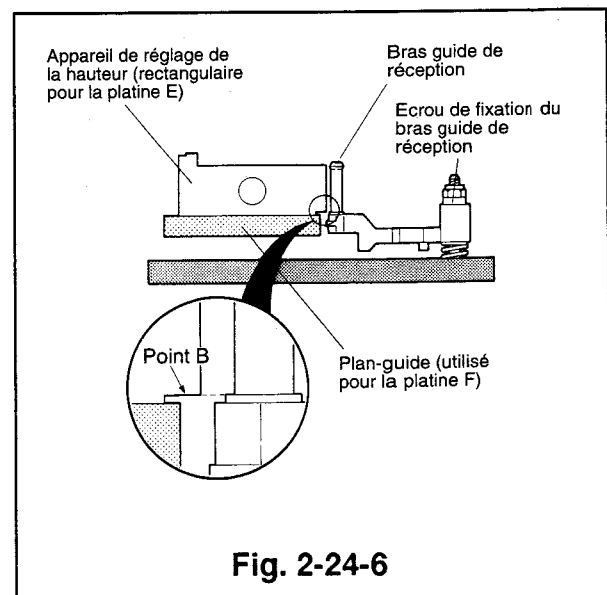

Fig. 2-24-6
- 1) Placer le dispositif de réglage de la hauteur (pour la platine F) dans la position de référence sur le plateau principal (Voir la Fig. 2-20-3). Serrer l'écrou de fixation du bras-guide de réception de manière à ce que la bride inférieure du bras-guide de réception se trouve au même niveau que le point B du dispositif de réglage de la hauteur (pour la platine F) (Voir Fig. 2-24-6).